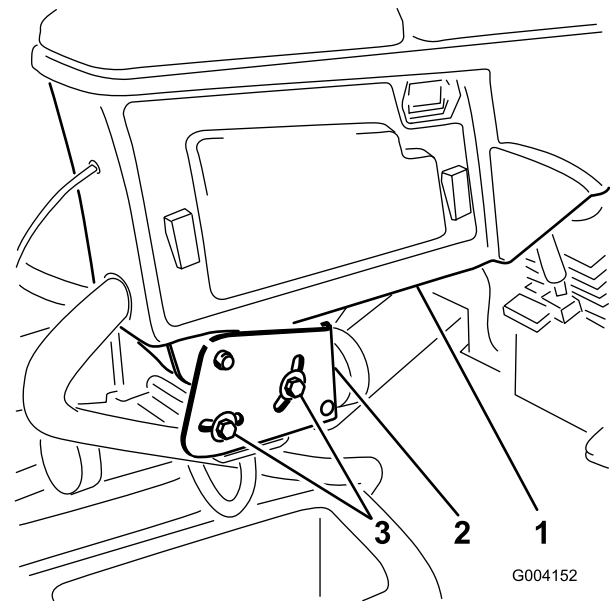

Figura 37
1. Solte os 2 parafusos que prendem o braço de controle ao suporte de retenção (Figura 37).